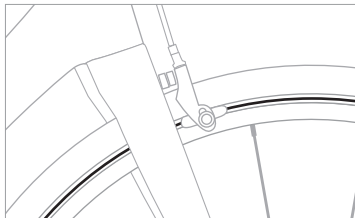

Abb. 2.1: Verschleißindikator an Aluminiumfelge
- Eine flache Rille über den gesamten Umfang der Felge (siehe Abbildung 2.1). Wenn die Rille an einem Punkt nicht mehr sichtbar ist, muss die Felge ausgetauscht werden.